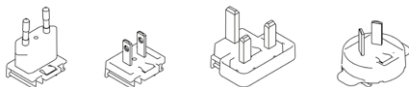

Fig. 3 UE États-Unis/Japon Royaume-Uni Australie
L'adaptateur principal de l'alimentation électrique du pays (4) est interchangeable, ce qui permet un fonctionnement à l'échelle mondiale. Les fig. 3 et 4 décrivent la procédure de changement de prise.